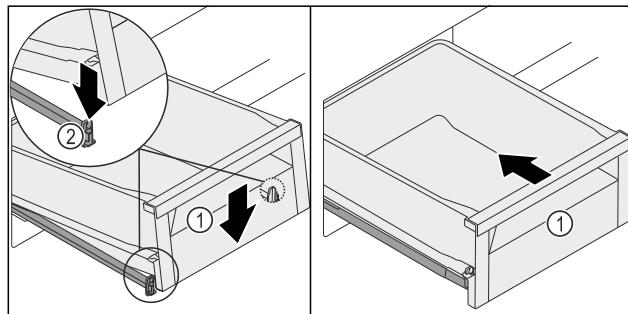

Fig. 124
- ▶ Опустіть висувний ящик Fig. 124 (1) спереду так, щоб він увійшов у затискач Fig. 124 (2) ліворуч і праворуч.
- ▶ Висувний ящик Fig. 124 (1) чутно зафіксується з характерним звуком.
- ▶ Всуньте висувний ящик Fig. 124 (1).